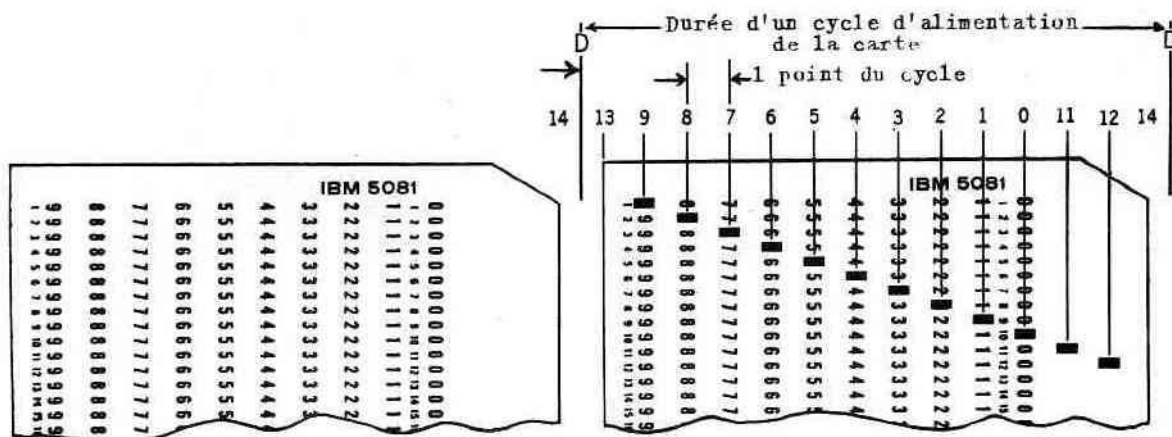

Figure 25 - Cycle d'alimentation de la carte
- de gauche à droite les 14 points de cycle, eux même subdivisés de 1 à 9 pour les 9 premières lignes de données en perforations d'une carte (voir figure 25), les lignes de commande 11 (ligne X) et 12 étant traitées par la machine,